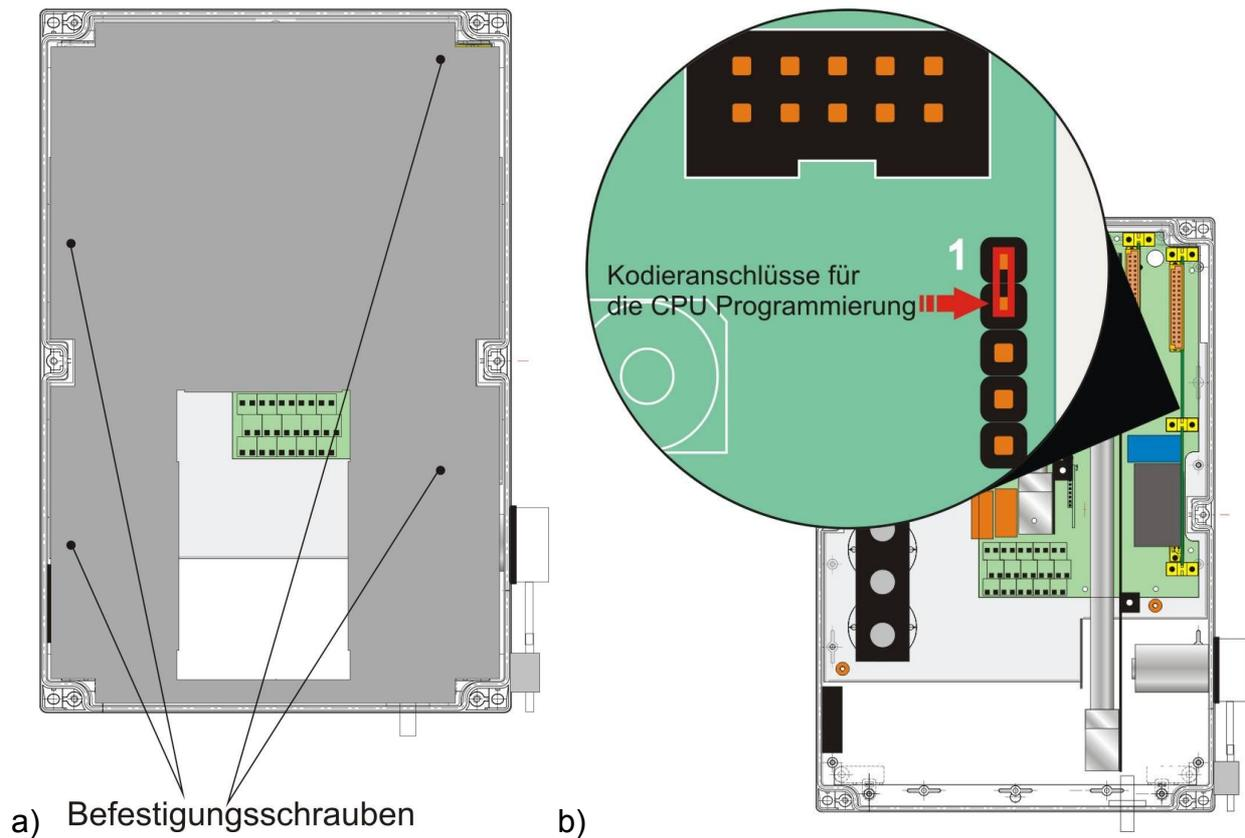

Bild 31. a) die Halterung der Metall-Abdeckung; b) die Ansicht der CPU-Platte (die Stelle, an die der Jumper angebracht werden muss, wurde rot eingezeichnet).
7. Im Hauptfenster des WSD Programms (Abb. 31), klicken Sie „*Configuration*“ und wählen die serielle Schnittstelle, an die der Analysator angeschlossen ist.